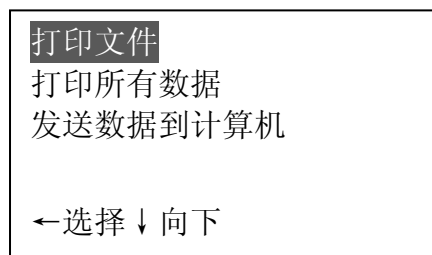

图 41
- i. 用 **↓** 或 **↑** 键将光标移至打印文件，如下图 41，